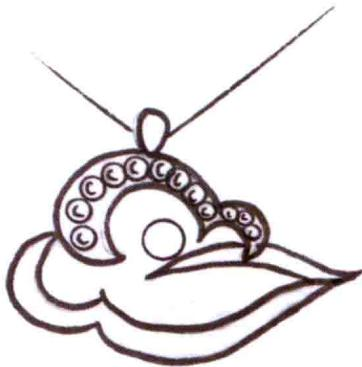

图1-5 手绘吊坠初稿
案例一：按照图1-5中的手绘吊坠初稿用任意曲线工具进行外轮廓线的绘制。
(1) 在正视图中导入图1-5中的手绘吊坠初稿，选择【检视】菜单栏下面的“背景”，在弹出的背景图像对话框中选择“浏览”，选择图片所放置的文件路径。勾选下面的“锁定于视图上”。(注意：所导入的图片必须为bmp格式的图片) (图1-6、图1-7)